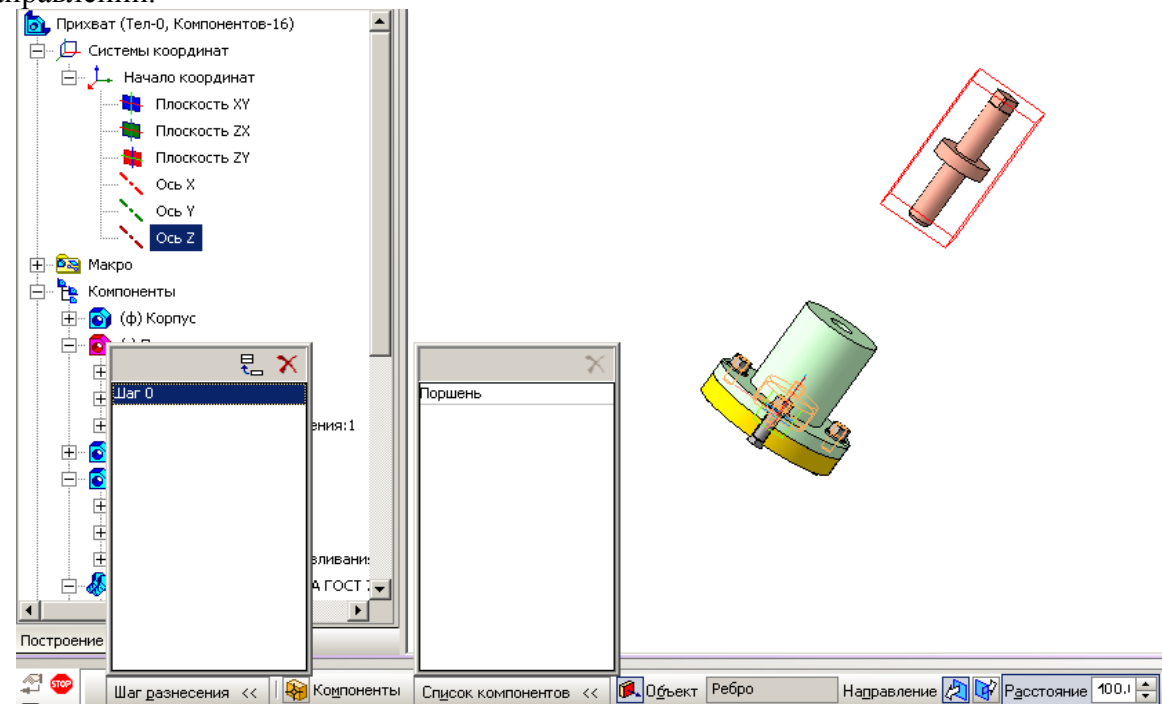

Рисунок 80 – Назначение шага и списка компонентов для разнесения и заполнение поля **Расстояние** и назначение оси Z в качестве направления разнесения
1) В строке параметров в окне выпадающего меню **Шаг разнесения** щелкните на иконку **Добавить**. Появится надпись «Шаг 0» и станет активным окно **Список компонентов** (рисунок 80).